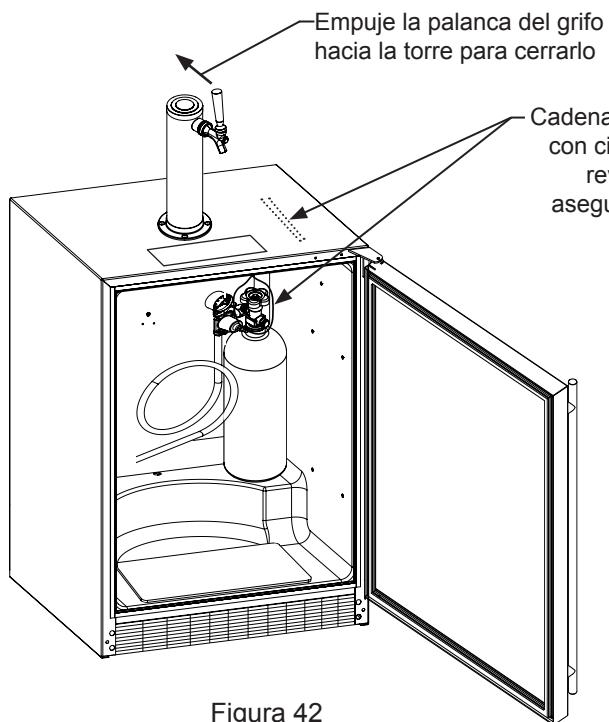

Figura 42
8. Coloque el tanque de CO₂ en la esquina del refrigerador, como se muestra en la Figura 42 y asegúrelo con la cadena. Cerrar la palanca